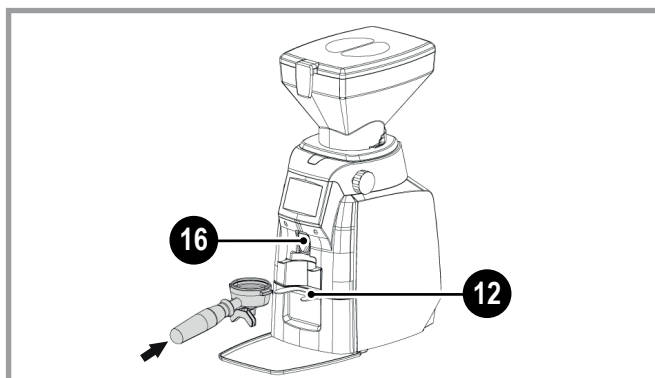

Fig. 6.5 - Prelievi di caffè macinato
Per i prelievi di caffè macinato, vedere Fig. 6.5.
- Posizionare il portafiltro della macchina per caffè sulla forcella di supporto (12 - Fig. 6.5).
- Il macinadosatore si avvia per il tempo dose impostato e dal condotto (16 - Fig. 6.5) scende il caffè macinato.